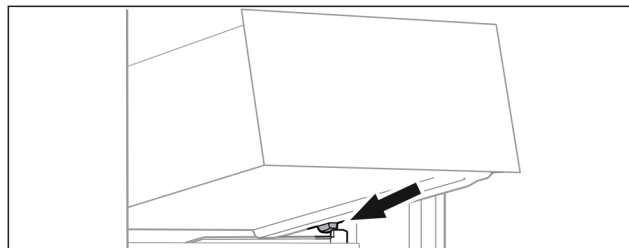

Fig. 91
- ▶ Наклоняя вниз, установите выдвижной ящик за стопоры на контейнерное ребро. (см. Fig. 91)